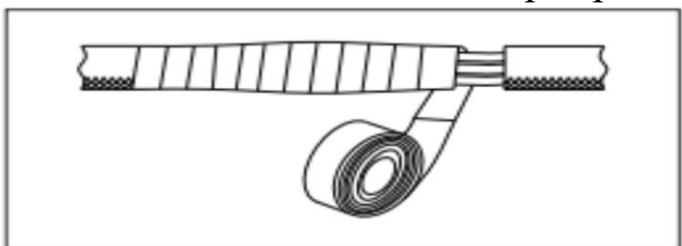
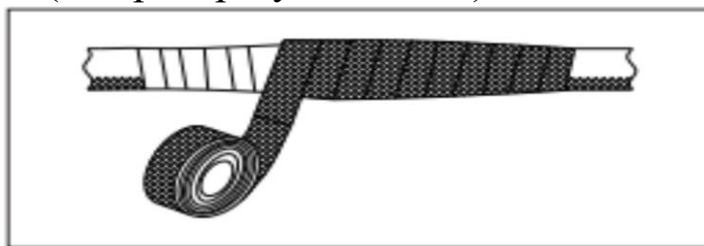

Рисунок 5
Рисунок 6
3. Обмотайте место соединения сетевого кабеля изолянтoй (смотрите рисунок 5 ниже), после чего плотно обмотайте сырой резиной (смотрите рисунок 6 ниже).